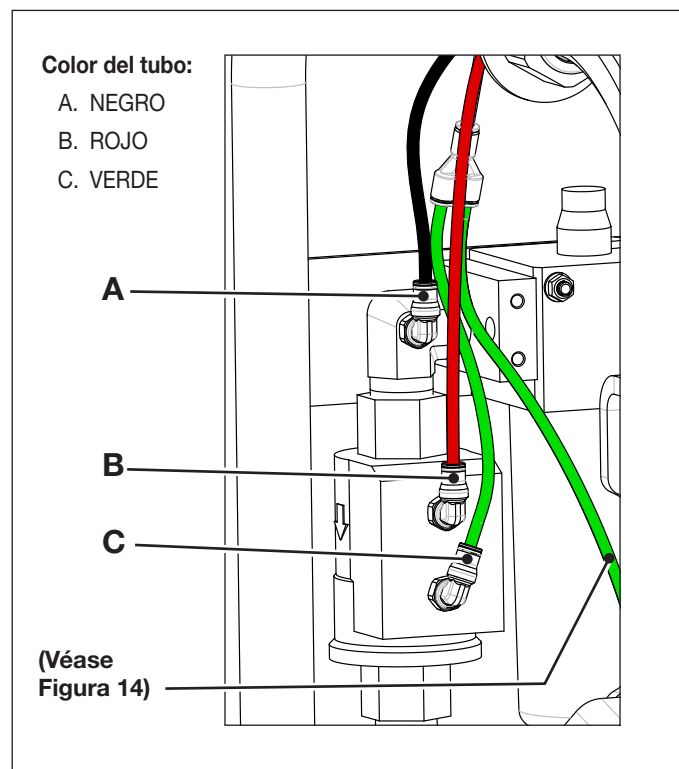
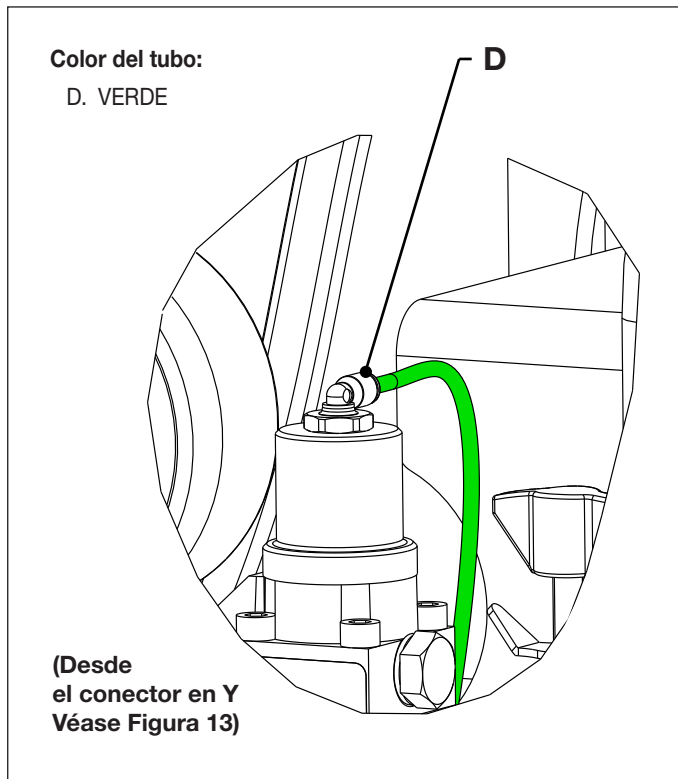

Figura 13: Conexiones del tubo de aire - válvula lógica de control de aire.
Figura 14: Conexión del tubo de aire -
3. Desconecte los tubos de aire de la bomba en los puntos "A", "B", "C" y "D" como se muestra en la Figura 13 y la Figura 14.
23. Vuelva a conectar los tubos de aire de la bomba en los puntos "A", "B", "C" y "D". Véase Figura 13 y Figura 14.